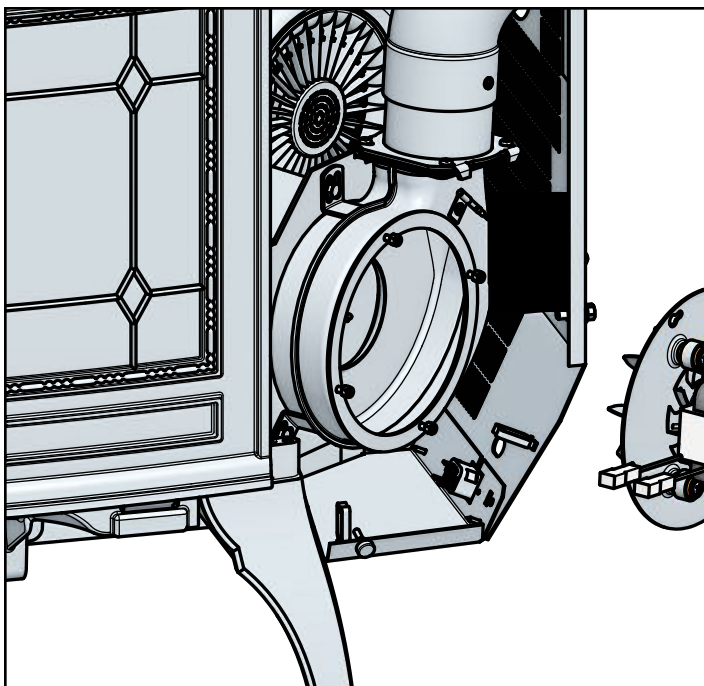

Figure 22.1
2. Enlevez le panneau droit en desserrant les 2 vis au moyen d'un tournevis à tête cruciforme ou une clé. **Figure 22.1.**